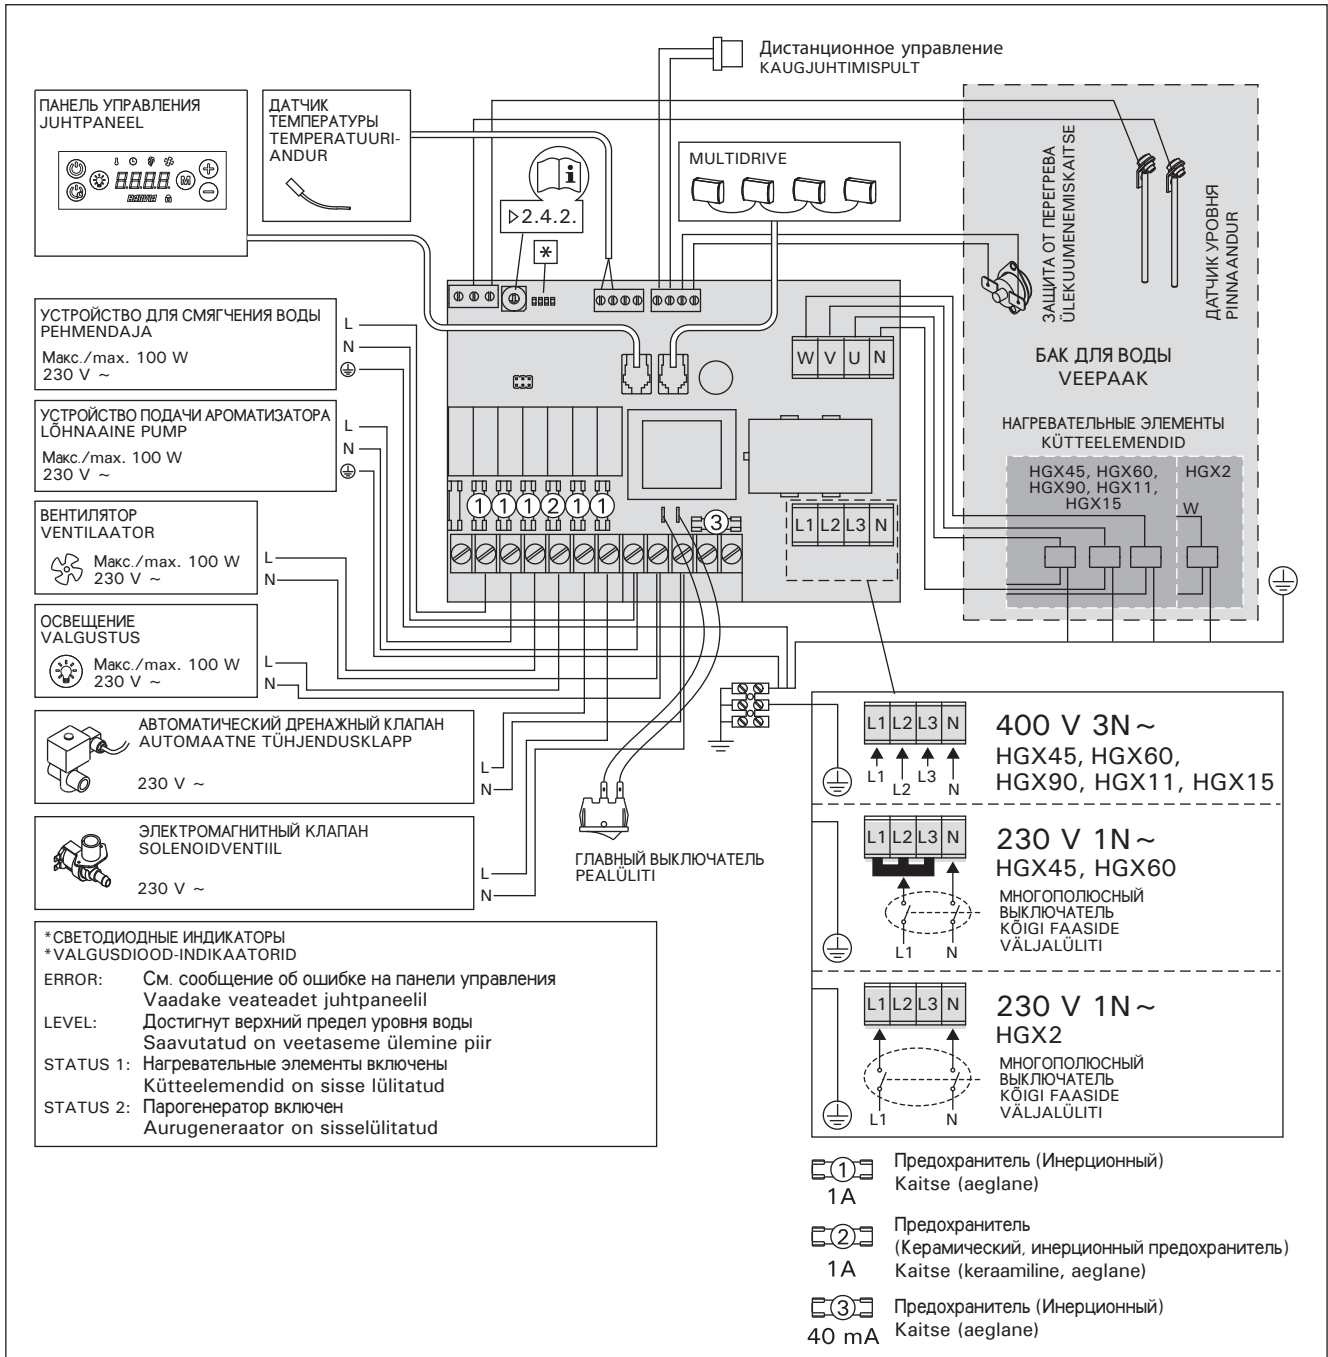

Рисунок 9.
3. Соедините парогенераторы с помощью кабелей Multidrive, входящих в комплект устройства. Также см. рисунок 9.